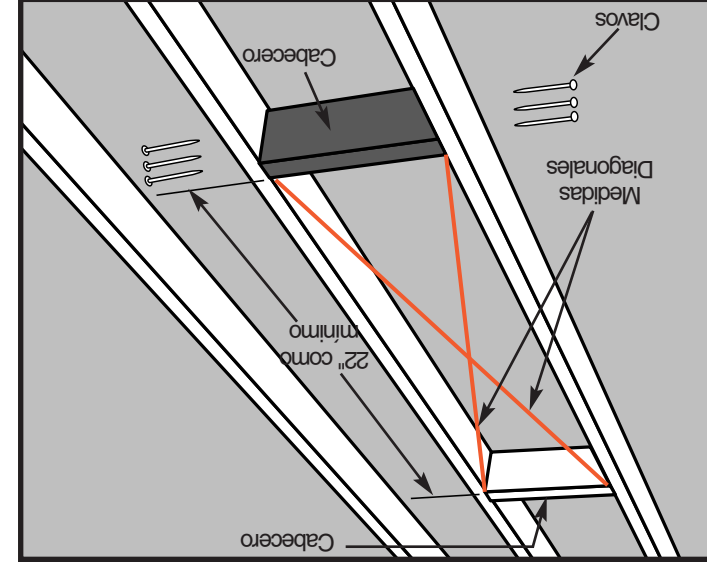

Figura 13 - Cómo verificar la escuadra
- PASO 5.** Posicione el segundo cabecero a una distancia mínima de 0.56m del primer cabecero y repita el Paso 4 (Véase la Figura 13).
- PASO 6.** El marco para la abertura sin pulir requiere cuatro lados. Los cabeceros conforman los dos de esos lados. Si las vigas de su entretecho están espaciadas de modo que conforman los otros dos lados de la abertura sin pulir verifique la abertura este a escuadra midiendo las diagonales. Las medidas no deben diferir en más de 0.32cm para considerarse a escuadra (Véase la Figura 13).